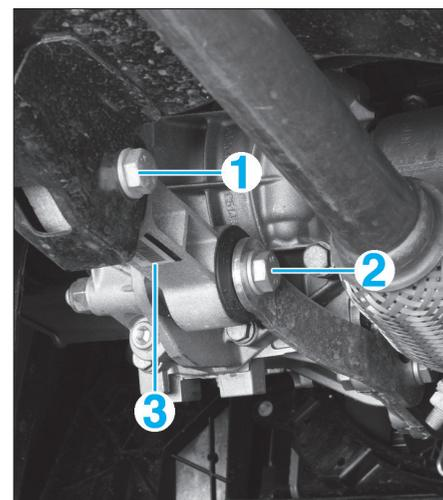

FIG. 12
- Dévisser les vis de fixation (1) et (2), puis déposer la biellette anticouple inférieur (3) (Fig.12).